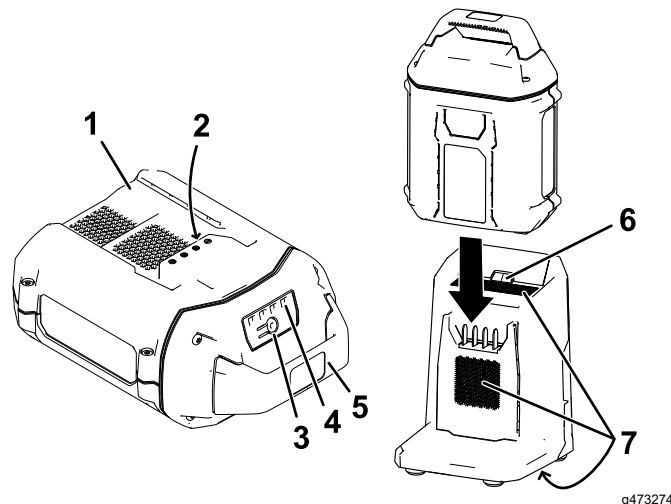

Figura 23
2. Alinee el hueco de la batería (Figura 23) con la lengüeta del cargador.
3. Introduzca la batería en el cargador hasta que esté completamente asentada (Figura 23).